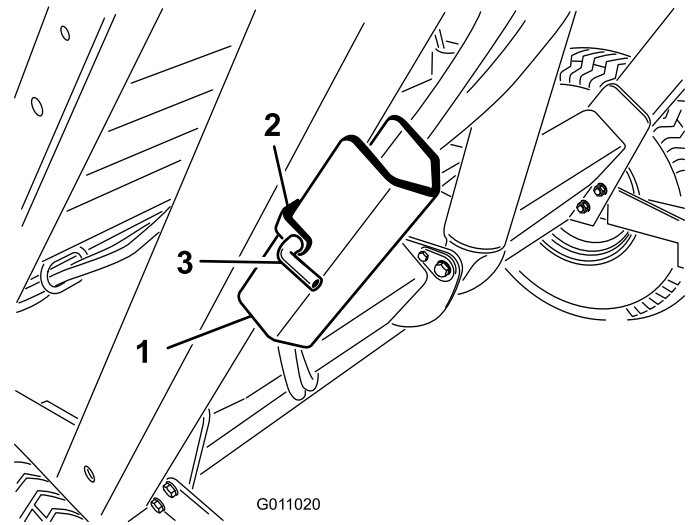

Figura 25
2. Retire el pasador de horquilla y el pasador de sujeción que fijan el soporte de seguridad a su soporte en el bastidor de la barredora (Figura 25). Retire el soporte de seguridad.